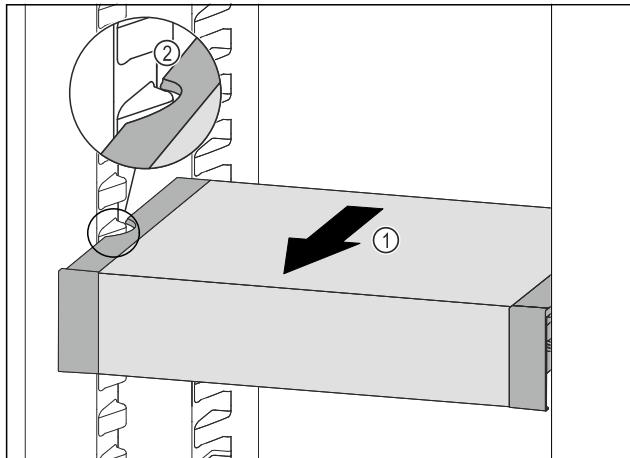

Fig. 108
- Изтеглете VarioSafe напред *Fig. 108 (1)*, докато страничните прорези на VarioSafe се намират на височината на реброто на съда в хладилната част. *Fig. 108 (2)*